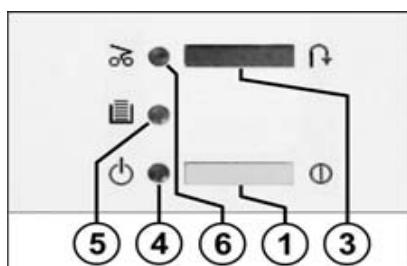

fig. 1
Si el recipiente de recogida está lleno, la máquina se desconecta automáticamente. La indicación de control (5) (fig. 1) se enciende. Vacíe el recipiente de recogida tal como sigue:
- Introducir el saco vacío y cerrar la puerta. El indicador de control (5) (Fig. 1) se apaga.
Observe que el aparato esté siempre desconectado durante la noche (accionar el pulsador (3) (fig. 1)).
- El indicador de control (6) (Fig. 1) se enciende.
- Accionar brevemente el interruptor de presión para la marcha de retroceso (3) (Fig. 1).
- El indicador de control (6) (Fig. 1) se apaga.
En el caso de que el motor se sobrecargue, este se desconecta. Desconecte el aparato mediante el pulsador (3) (fig. 1).